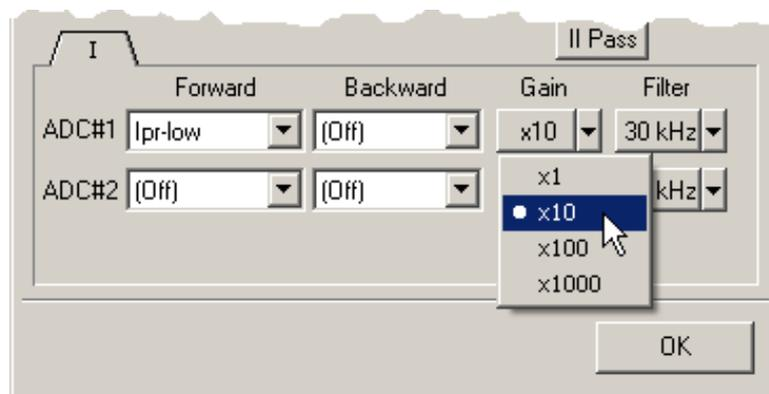

Рис. 10-26
- b. В появившемся диалоговом окне в раскрывающемся списке кнопки **Gain** выберите коэффициент **x10** (Рис. 10-26).